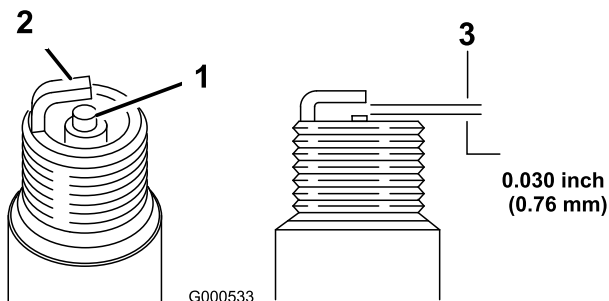

Figura 46
1. Verifique o centro das velas de ignição (Figura 46).
2. Verifique a lacuna entre os eletrodos central e lateral (Figura 46) e dobre o eletrodo lateral, se a folga não estiver correta.